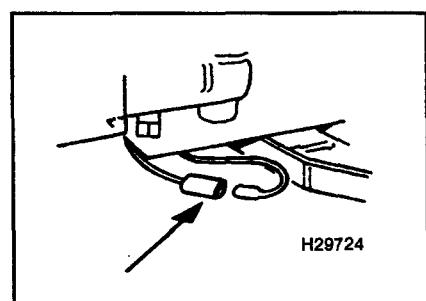

Рис. 15.2. Для инициализации самодиагностики соедините 1-контактный разъем
- На моделях Piazza Turbo соедините 1-контактный разъем (см. рис. 15.2).